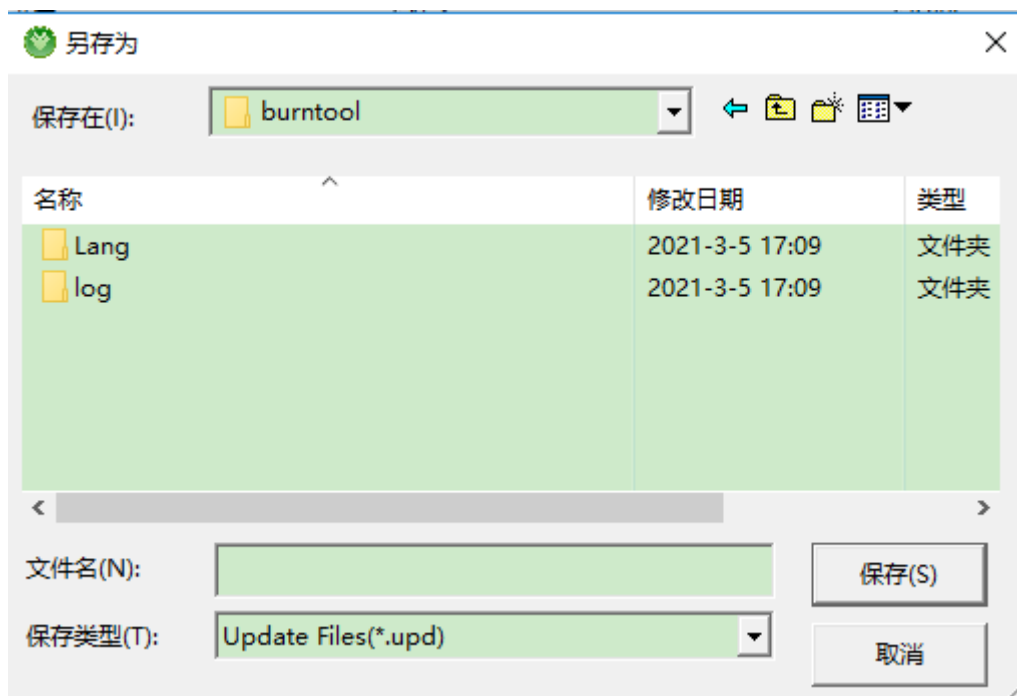

图 2-3 另存为对话框
3、在“另存为”对话框，命名并保存 A 环境的 upd 文件，如图 2-3 所示。